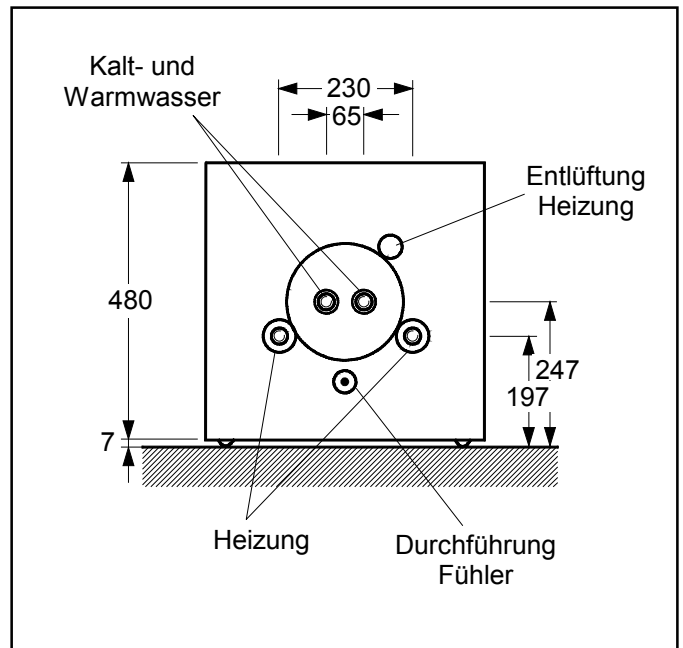

Abb. 2 Anschlüsse
- Die Aufkleber KW (Eintritt Kaltwasser) und WW (Austritt Warmwasser) sind gemäß Ihrer Belegung (S.3, Abb. 2) neben den Anschlussrohren aufzukleben bzw. bei schon aufgeklebten Aufklebern ist nach Bedarf der obere weiße Verkleidungsdeckel zu drehen.